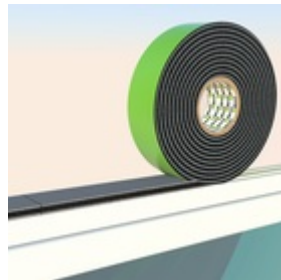

Fig.1
- Aplicar la espuma impregnada en el borde exterior del marco de la ventana, con una separación de 1-2mm respecto al marco exterior (Fig. 1).